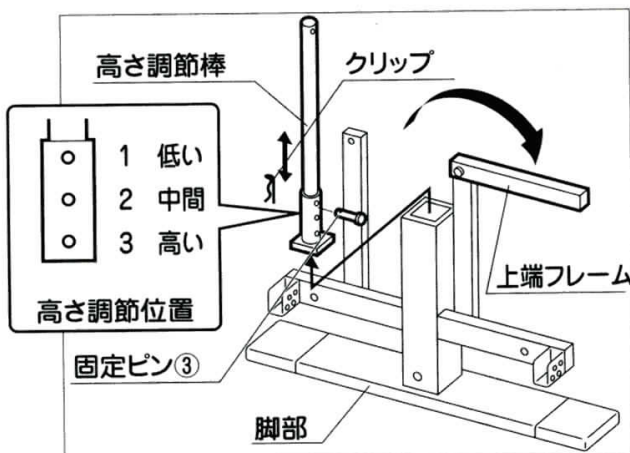

図4
- (4) 上端フレームを反対側に倒す。図4
- (5) 高さ調節棒を抜く。図4
- (6) 高さ調節棒の固定ピン③のクリップと固定ピンを抜く。図4
- (7) 調節したい高さの穴位置に固定ピンを差し込み、クリップで止める。図4
- (8) 高さ調節棒を元の位置にもどす。
- ・固定ピン③が脚部と平行になるよう挿入する。
- (9) 上端フレームを元の位置に倒す。
- (10) 固定ピン①、②の順に差し込み、クリップで止める。
- ・固定ピン②が入らない場合、上端フレームを上部から押す。
- (11) ヘッド・フットボードのカバーをかぶせる。
- (12) メンテナンス用ネジを締める。